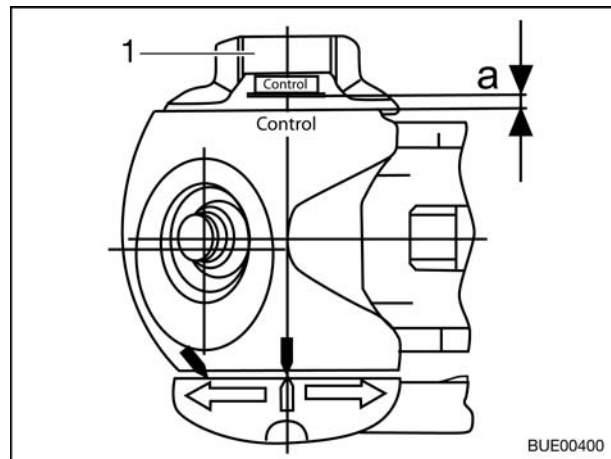

Fig. 96 Controllo usura
- Girare completamente la manovella (Fig. 96,1) finché non si sente la limitazione delle coppie, grattare in modo percepibile. Direzione di rotazione: in senso orario.
- Distanza $a > 0$ (Fig. 96):